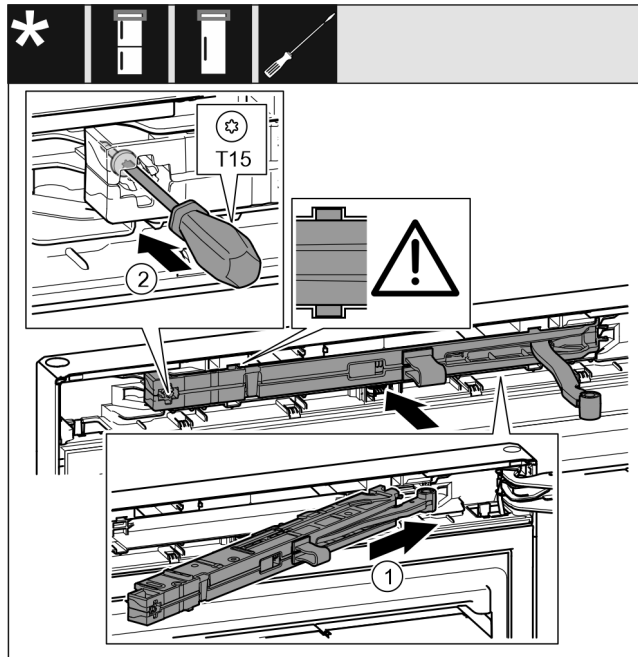

Fig. 71
- Tolja be ferdén, ütközésig a záráscsillapító egységet Fig. 71 (1) a mélyedésbe a csapágybak felőli oldalon.
- Húzza meg a csavart Fig. 71 (2) csavarhúzóval.